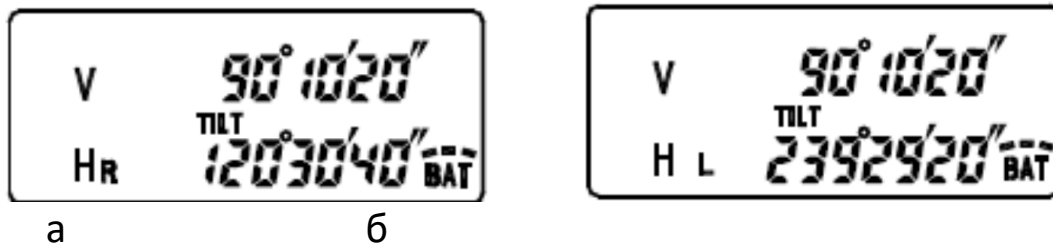

Рис. 4.4 – Переключення режимів HR і HL:
– наведіть зорову трубу на першу ціль А, щоб отримати HR 20°30'40'' (рис. 4.4, а);
– натисніть клавішу , виміри перетворюються у HL 239°29'20'' (рис. 4.4,б);